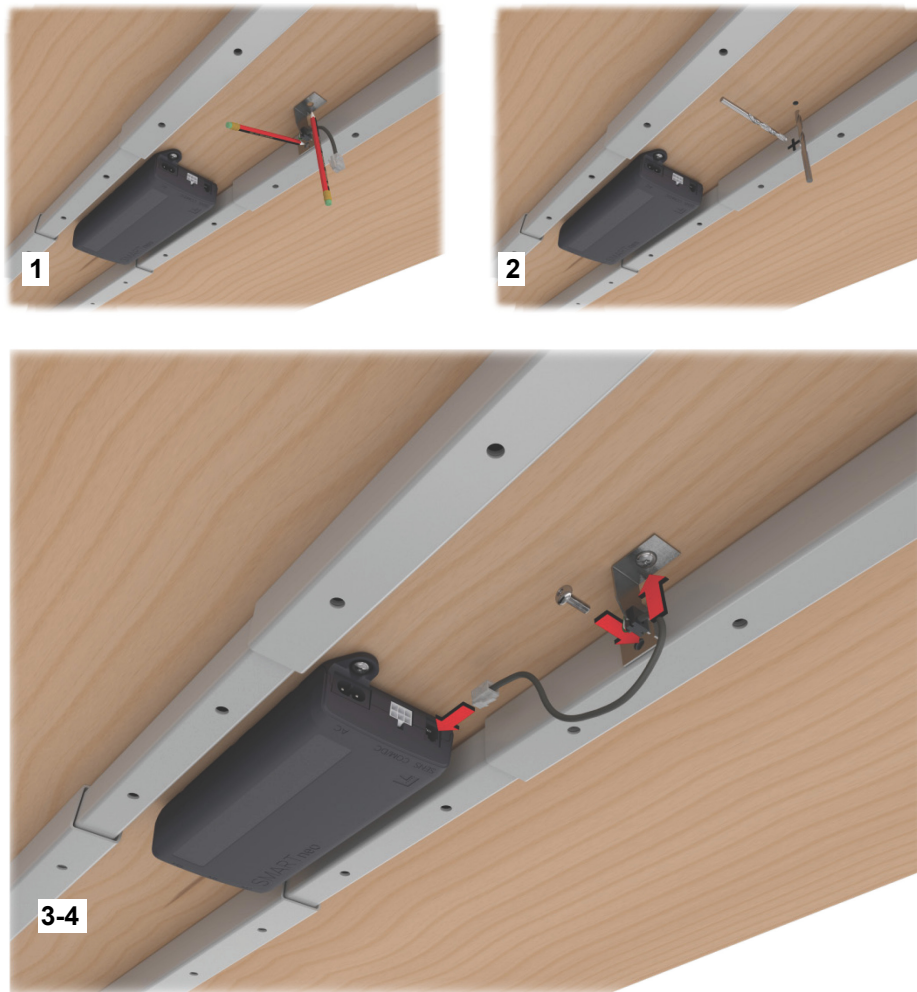

Abbildung 42 Montage des Sensors und Anschluss an die Steuerung SMARTneo-pro
Montieren Sie die mit dem gelben Punkt gekennzeichnete Fläche des Sensors an der Unterseite der Tischplatte und die zweite Fläche des Sensors am Tischrahmen, wie in Abbildung 42 gezeigt:
- 4 Verbinden Sie die Verbindungsleitung der Sensoreinheit mit der Steuerung SMARTneo-pro (siehe Abbildung 42).